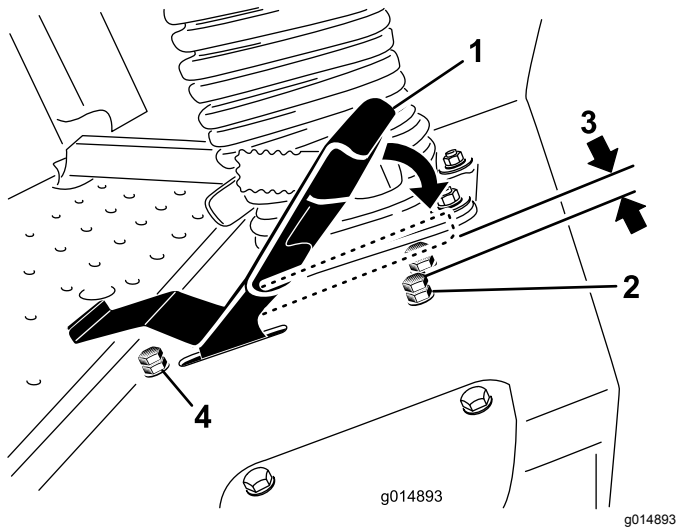

Figure 47
- Desserrez l'écrou de blocage sur le boulon d'arrêt de la pédale de déplacement (Figure 47).